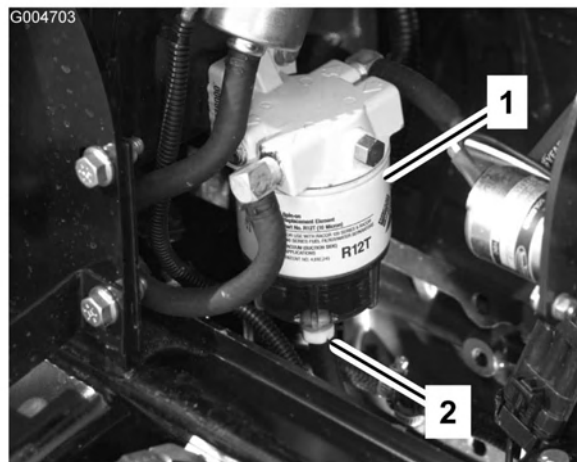

Figura 51
Retire a água ou outro tipo de contaminação do separador de água (Figura 51) diariamente.
2. Liberte o tampão de escoamento que se encontra na zona inferior do recipiente do filtro (Figura 51). Volte a apertar o tampão após o escoamento.